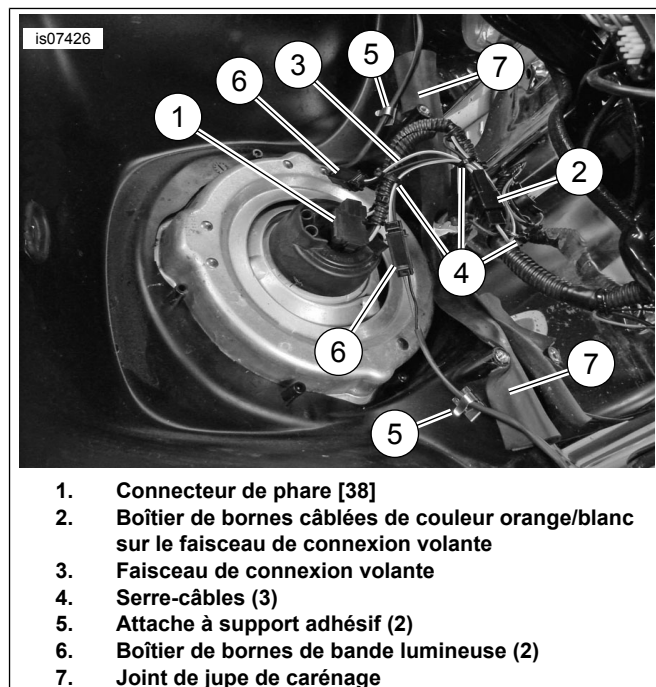

Figure 2. Emplacements des attaches de câblage de feu de bord de carénage et des serre-câbles
1. Voir Figure 2. Prendre le faisceau de connexion volante (3), les serre-câbles (4) et les clips à support adhésif (5) du kit.